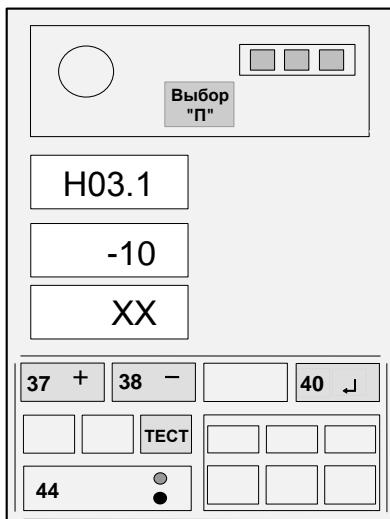

Рисунок 15 - Ввод температуры
Если величина измеренной температуры воздуха отличается от выдаваемой на средний ИЖЦ более, чем на 3 °C, нажатием кнопки 44 установить на верхнем ИЖЦ код "H03.1", а затем, нажимая кнопки "+" (37) и "-" (38), установить, контролируя по показаниям среднего ИЖЦ, значение температуры, равное показаниям термометра (см. рисунок 15).